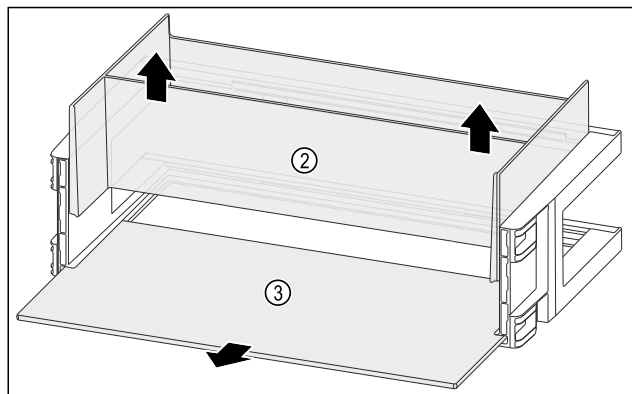

Fig. 93
- ▶ Organizér Fig. 93 (2) vyjměte nahoru.
- ▶ Odkládací plochu Fig. 93 (3) odeberte.